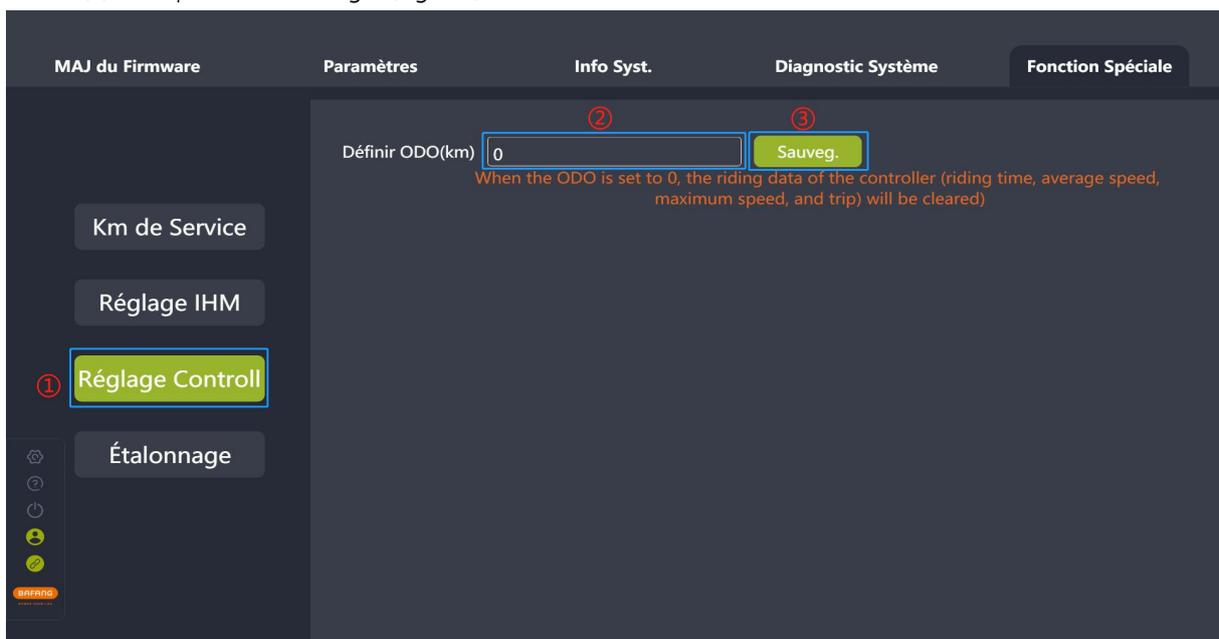

Fig. 8-7 Définir ODO
- (1) Connectez le BESST Tool au contrôleur (si pris en charge) et sélectionnez "Réglage du Contrôleur".
- (2) Entrez la valeur ODO (un nombre entier de 0 à 9999) dans la zone de saisie "Définir ODO (km)".
- (3) Cliquez sur "Sauveg." (Fig.8-7).